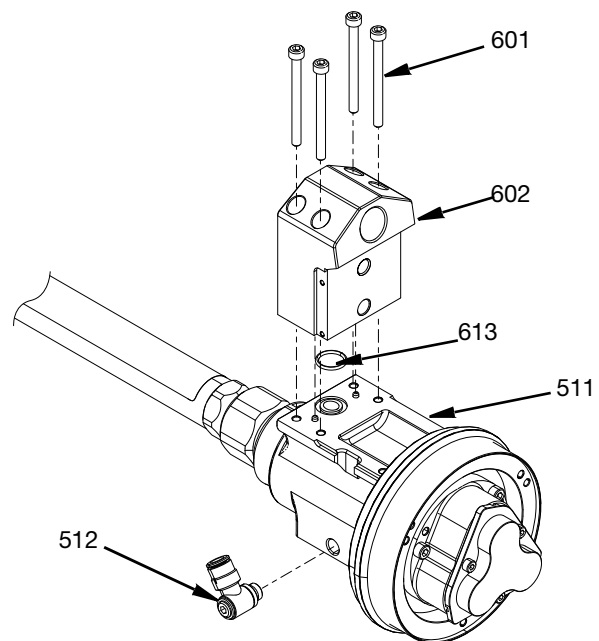

ABB. 35
1. Tragen Sie eine dünne Schicht Lithiumfett auf den O-Ring (613) auf und setzen Sie ihn auf das Drehgelenkgehäuse (511). Setzen Sie den Edelstahl-Einzelanschlussadapter (602) auf die Passstifte und setzen Sie ihn auf das Drehgelenkgehäuse (511). Tragen Sie Gleitmittel auf die vier M5 Innensechskant-Schrauben (601) auf und ziehen Sie sie mit 6,5 N•m (57,5 in-lbs) an.
2. Tragen Sie eine dünne Schicht Lithiumfett auf die Dichtung des 1/8 Zoll. BSPP-Winkelfittings (512) auf. Siehe ABB. 35.